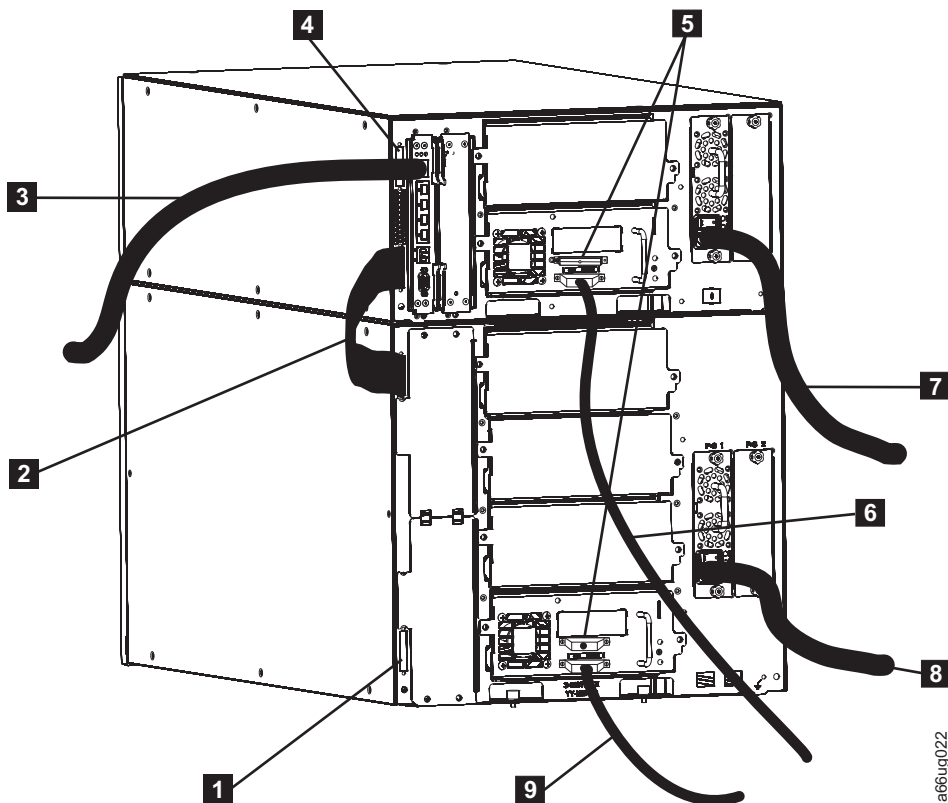

Figura 3-18. Cableado de una biblioteca de 14U con varias unidades SCSI
1. Instale un terminador de comunicación de módulo en el receptáculo superior del módulo superior de la biblioteca (**4** en la Figura 3-18).
2. Instale un extremo del cable de comunicación de módulo a módulo (**2** de la Figura 3-18 en la página 3-21) en el receptáculo inferior del modulo superior de la biblioteca, a continuación, instale el otro extremo en el receptáculo superior del modulo inferior de la biblioteca.
3. Instale un terminador de comunicación de módulo en el receptáculo inferior del modulo inferior de la biblioteca (**1** de la Figura 3-18 en la página 3-21).
4. Instale un extremo del cable Ethernet proporcionado por el cliente (**3** de la Figura 3-18 en la página 3-21) en el puerto Ethernet de la unidad blade de control de biblioteca, a continuación, conecte el otro extremo del cable a la red.
- Instale un terminador SCSI (**5** en la Figura 3-18 en la página 3-21) en el receptáculo superior de cada unidad SCSI de la biblioteca.
- Conecte un extremo de un cable SCSI al receptáculo inferior de cada unidad SCSI (**6** en la Figura 3-18 en la página 3-21), a continuación, conecte el otro extremo del cable al host.
6. Instale un extremo del cable de alimentación (**7** y **8** de la Figura 3-18 en la página 3-21) en el receptáculo de una fuente de alimentación de la biblioteca, a continuación, conecte el otro extremo del cable a la fuente de alimentación. Repita este procedimiento para cada fuente de alimentación de la biblioteca.
1. Instale un terminador de comunicación de módulo en el receptáculo superior del módulo superior de la biblioteca (**4** en la Figura 3-18 en la página 3-21).
7. Instale un extremo del cable de alimentación (**7** y **8** de la Figura 3-18 en la página 3-21) en el receptáculo de una fuente de alimentación de la biblioteca, a continuación, conecte el otro extremo del cable a la fuente de alimentación. Repita este procedimiento para cada fuente de alimentación de la biblioteca.